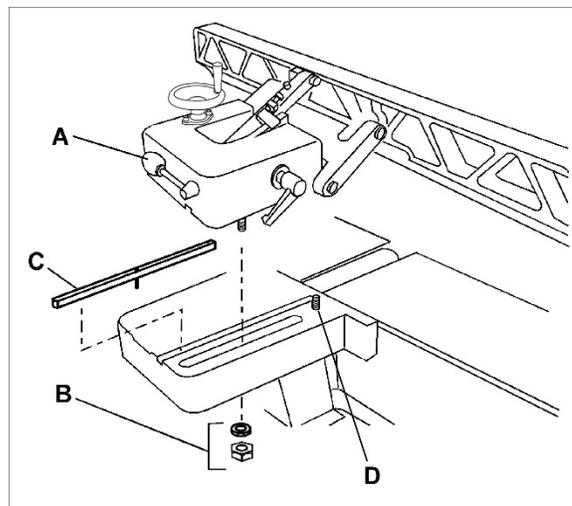

Рис. 36
См. Рис. 36.
1. Ослабьте ручку фиксации упора (А, Рис. 36) и открутите шестигранную гайку с шайбой (В), придерживая упор на кронштейне. Снимите узел упора.
2. Извлеките из кронштейна шпонку (С) и выкрутите винт с внутренним шестигранником 1/4"-20 x 1/4" (D). (Винт не дает защитной планке стола ударяться об шпонку.)
2. Снимите со станка узел фуговального упора (см. Рис. 36 и соответствующие инструкции).